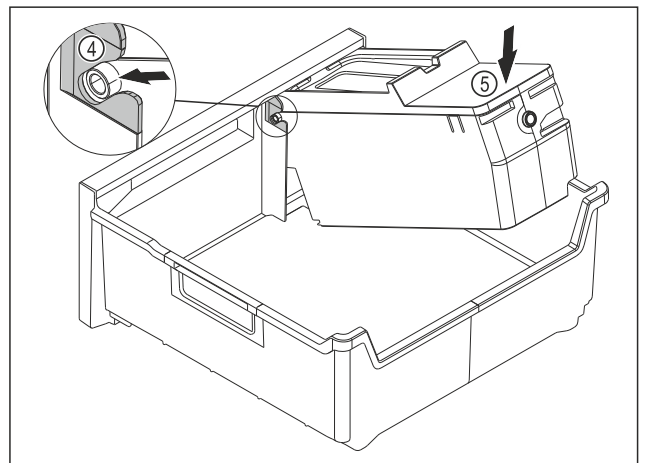

Fig. 95
- ▶ Izvadite tijelo sustava EasyTwist-Ice: Umetnite osovine tijela sustava EasyTwist-Ice u vodilice Fig. 95 (4).
- ▶ Pritisnite tijelo sustava EasyTwist-Ice Fig. 95 (5) otraga prema dolje.